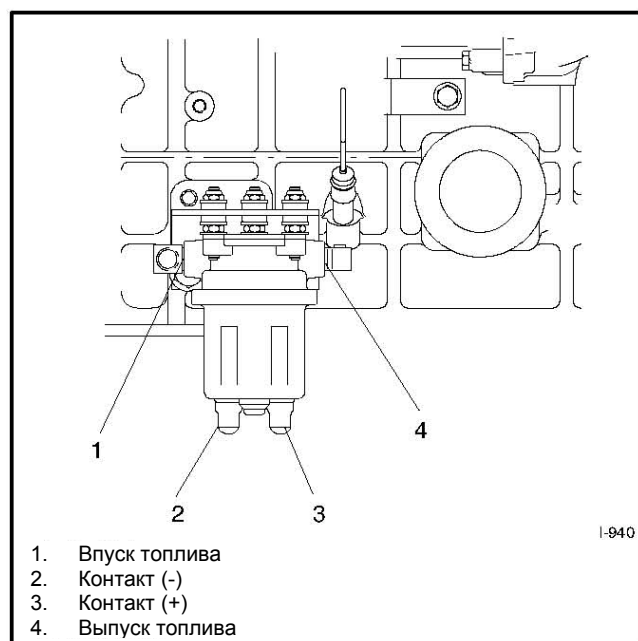

Рисунок 4-5 Топливный насос
1. Снять два провода с низа топливного насоса. Контакты насоса помечены (+) и (-). См. Рисунок 4-5.